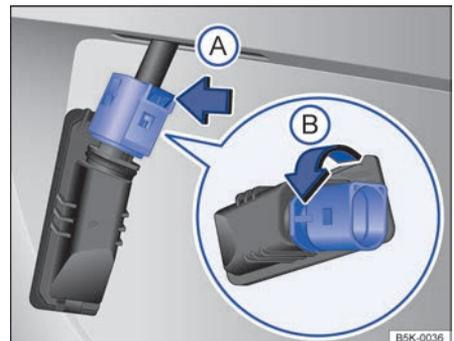

Fig. 198 Luz de la patente: desmontaje del portalámparas. ▶
4.	Presione el bloqueo del conector en el sentido de la flecha → fig. 198  y desacople el conector.